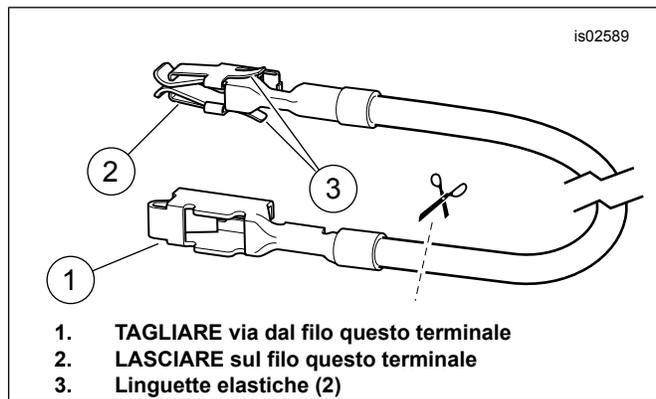

Figura 24. Filo dell'adattatore del pannello fusibili (modelli Dyna e Softail)
1. Vedere Figura 24. la configurazione di giuntaggio "due in uno". Prendere dal kit il connettore **rosso** a giunto di testa a tenuta (vedere Figura 34, elemento 4). Giuntare il filo nero (13) preso dal kit sul filo di massa nero del trasmettitore secondo le indicazioni dell'appendice del manuale di manutenzione. Far slittare il tubo di protezione (10) dal kit oltre il filo di massa giuntato.
4. Selezionare il terminale ad anello con diametro inferiore (7) dal kit. Giuntare il terminale ad anello sul filo nero del trasmettitore secondo le istruzioni della pinza per giuntaggio Packard riportate nell'appendice del manuale di manutenzione.
6. Vedere Figura 24. La configurazione di giuntaggio “uno in uno”. Prendere dal kit il connettore **blu** a giunto di testa a tenuta (vedere Figura 34, elemento 5). Giuntare il conduttore di alimentazione del cablaggio del dispositivo di apertura della porta del garage al filo dell'adattatore, secondo l'appendice del manuale di manutenzione.
3. Vedere Figura 34. Prendere dal kit il filo arancione/bianco dell'adattatore del pannello fusibili (12). Ad ogni estremità, prendere nota del terminale (vedere Figura 24). Solo il terminale con le linguette elastiche è adatto a questo pannello fusibili. Tagliare via dal filo con attenzione il terminale non usato ed eliminarlo.